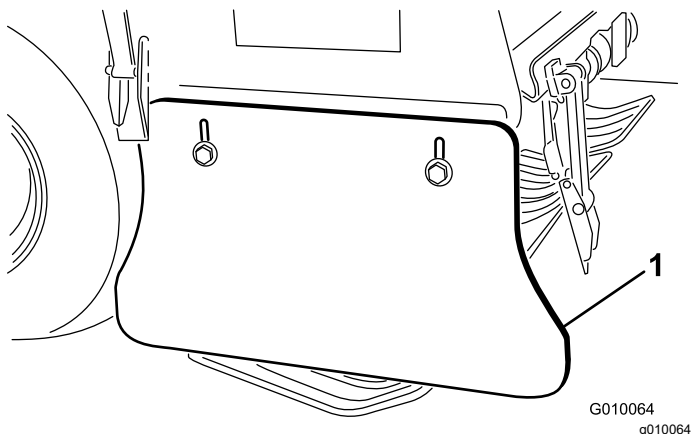

Figura 172
2. Afloje los tornillos y las contratuercas con arandela prensada que sujetan el protector lateral al bastidor del cabezal de perforación (Figura 172).